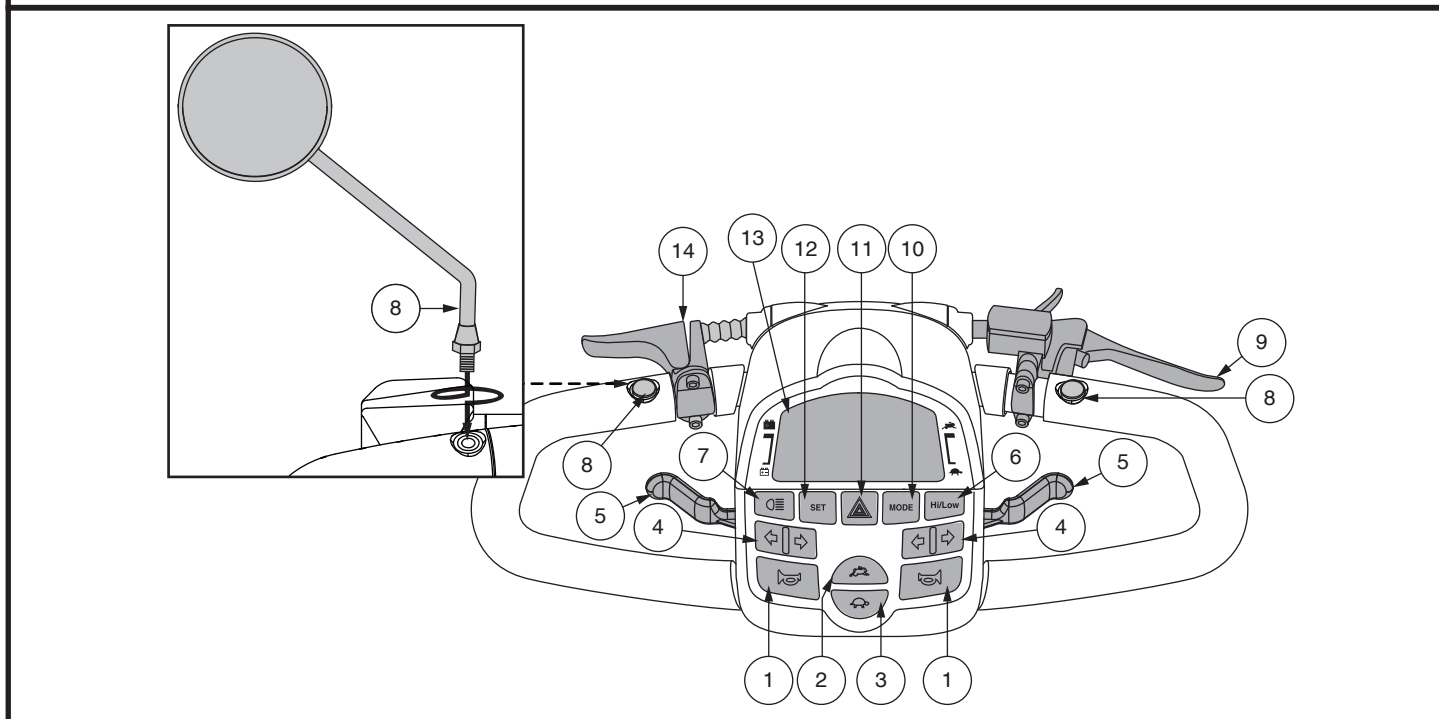

Figura 1. Panel de Control LCD
La consola del timón y el aloja todos los controles necesarios para conducir su vehículo, incluidos el panel de control de LCD, palancas de control del acelerador, el interruptor de la llave y el interruptor de la palanca de control del acelerador. Ver la figura 1.
Estas palancas le permiten controlar la velocidad de avance y la velocidad en reversa de su vehículo hasta la velocidad máxima que usted predetermine con los botones de ajuste de velocidad. Una palanca de control del acelerador se encuentra ubicada en la parte inferior de los costados izquierdo y derecho del mango del timón. **Ver la figura 1.**
El panel de control LCD ofrece información de retroalimentación a través de la intuitiva pantalla LCD. Ver la figura 1. La pantalla LCD también se usa durante la instalación (activación) de las distintas configuraciones del panel de control.
**NOTA:** Para programar las configuraciones del panel de control, el Indicador Hi-Low debe estar apagado, y el Indicador de Velocidad Máxima debe estar lleno. Ver la figura 1.